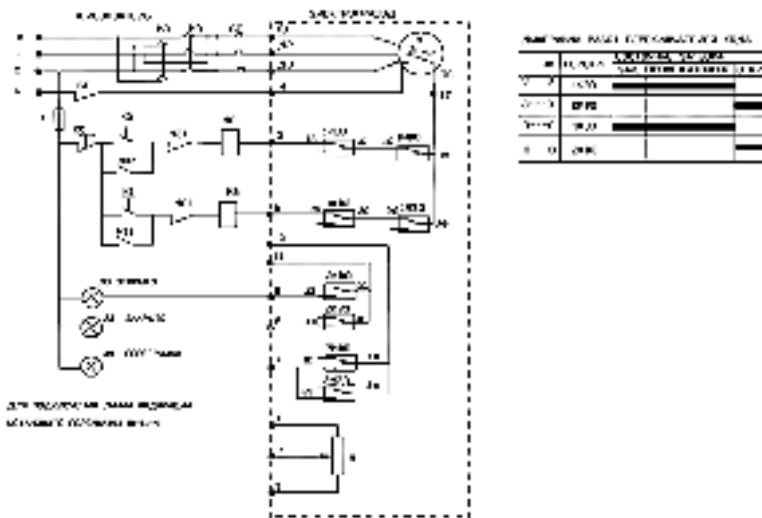
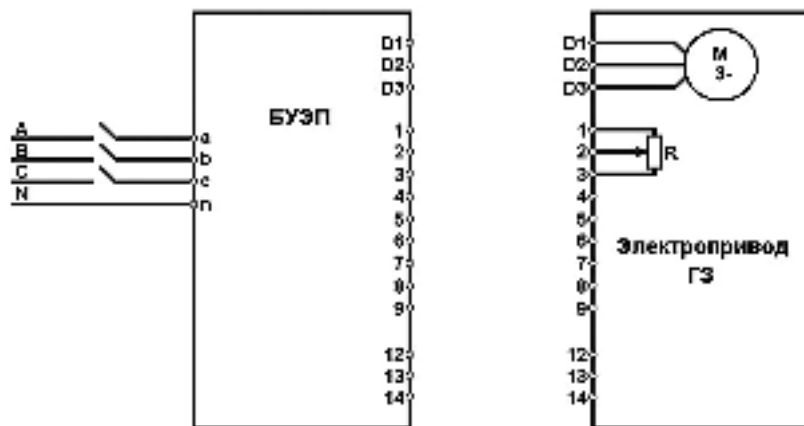

Рис.4 Принципиальная электрическая схема подключения электропривода ГЗ-А.70
Рис.5 Блок-схема подключения БУЭП к электроприводу
Для управления электроприводом применяется электрическая схема, приведенная на рис.4.
В случае использования для дистанционного управления электроприводом ГЗ-А.70 блока БУЭП-2 применяется схема, приведенная на Рис. 5.
Перед включением электропривода необходимо убедиться, что рычаг переключения режимов находится в положении работы привода от электродвигателя. Снять крышку клеммной колодки (16) (рис.1). Подключить электропривод согласно электрической схеме (рис.4). Установить крышку (16) (рис. 1). Далее проверить направление движения затвора арматуры при работе от электродвигателя на открытие и закрытие: диск индикатора положения затвора арматуры должен вращаться в сторону закрытия (открытия). Пуск осуществлять на короткое время, позволяющее определить направление движения выходного вала. Если диск будет вращаться в направлении обратном заданному, поменяйте местами фазы (А, В, С) питающего напряжения на силовом щите: (А и В, или А и С, или В и С) (рис. 4, рис. 5). После этого повторить проверку.